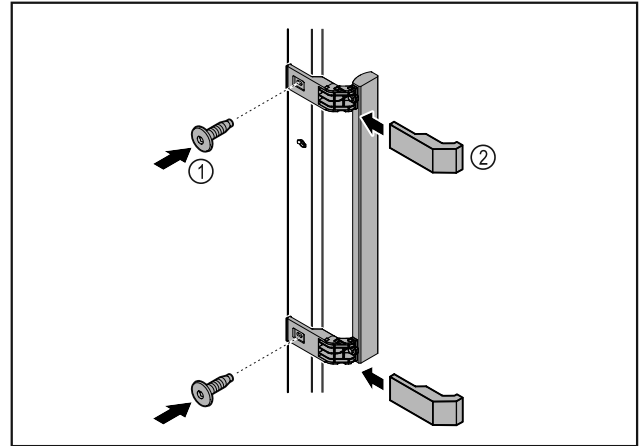

Fig. 3
- ▶ Kiinnitä oheispakkauksessa oleva kahva mukana olevilla ruuveilla Fig. 3 (1) oveen.
- ▶ Aseta suojus Fig. 3 (2) paikalleen.